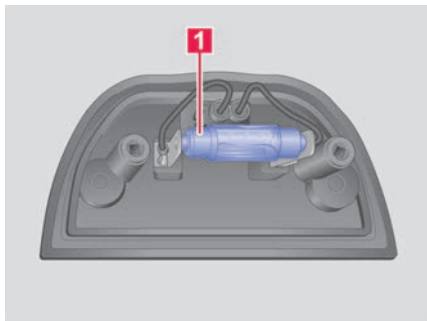

Abb. 173 Kennzeichenleuchte: Glühlampe ausbauen.
4. Defekte Glühlampe aus dem Sockel nehmen und durch eine baugleiche neue Glühlampe ersetzen → **Abb. 173 1**.